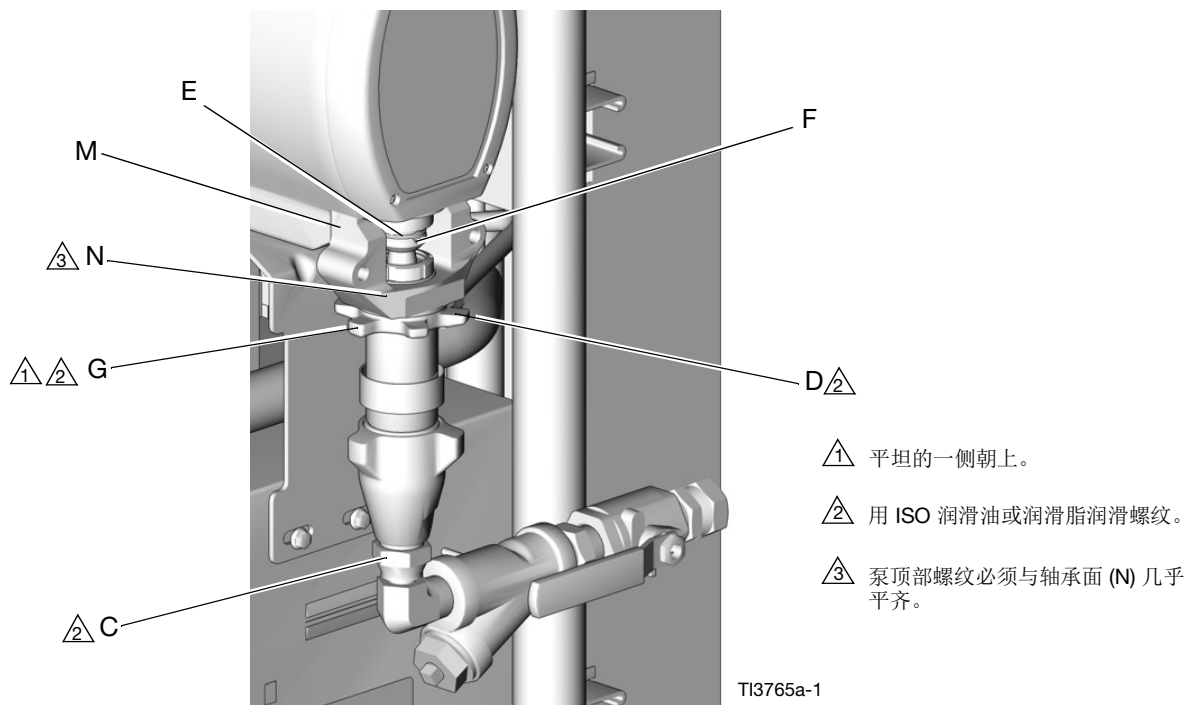

图 3 重新连接泵
**注意:** 步骤 15-18 适用于泵 B (见图 3)。若要重新连接泵 A, 请转到步骤 19。
15. 确保星形防松螺母 (G) 是以平面一侧朝上拧到泵上。将泵拧入轴承套 (M), 直到销针孔对齐。将销 (F) 推入。向下拉固定弹簧 (E)。
16. 继续将泵拧入轴承套, 直到流体出口 (D) 与钢管对齐而且顶部螺纹距离轴承面 (N) 上下 1/16 in. (2 mm)。
17. 用无火花榔头重重击打星形防松螺母 (G), 使其紧固。
18. 重新连接流体入口 (C) 及出口 (D)。